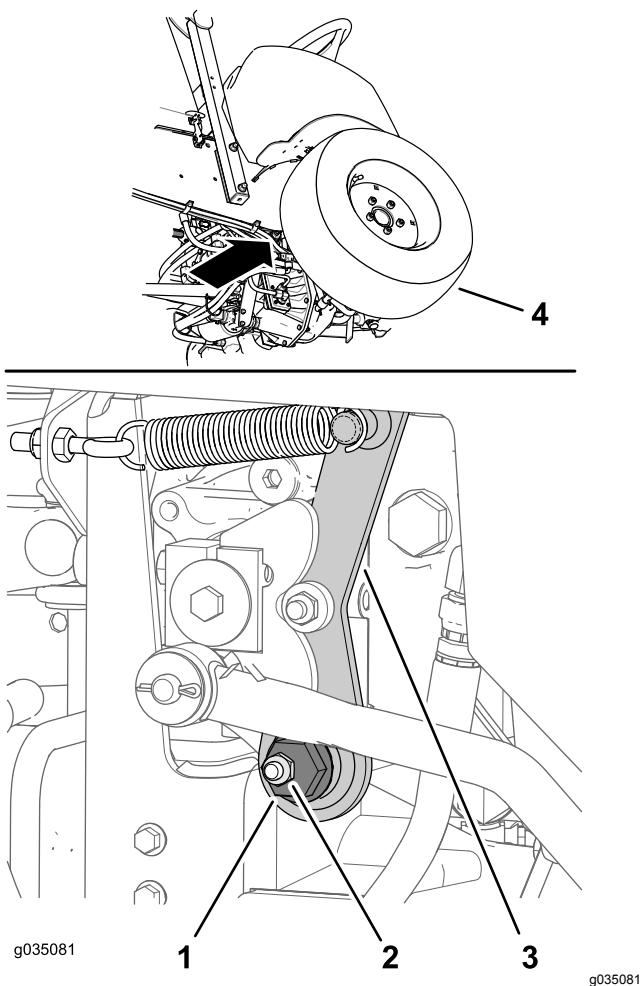

Bild 65
1. Die Exziterschraube befindet sich an der rechten Seite der Hydraulikpumpe unterhalb der Steuerkonsole (Bild 65).
2. Lösen Sie die Befestigungsmutter bis Sie die Exzentschraube bewegen können (Bild 65).
4. Drehen Sie die Exzentschraube gegen den Uhrzeigersinn, bis das Vorderrad beginnt sich vorwärts zu drehen, drehen Sie die Exzentschraube dann nach hinten, bis sich das Vorderrad rückwärts dreht (Bild 65).